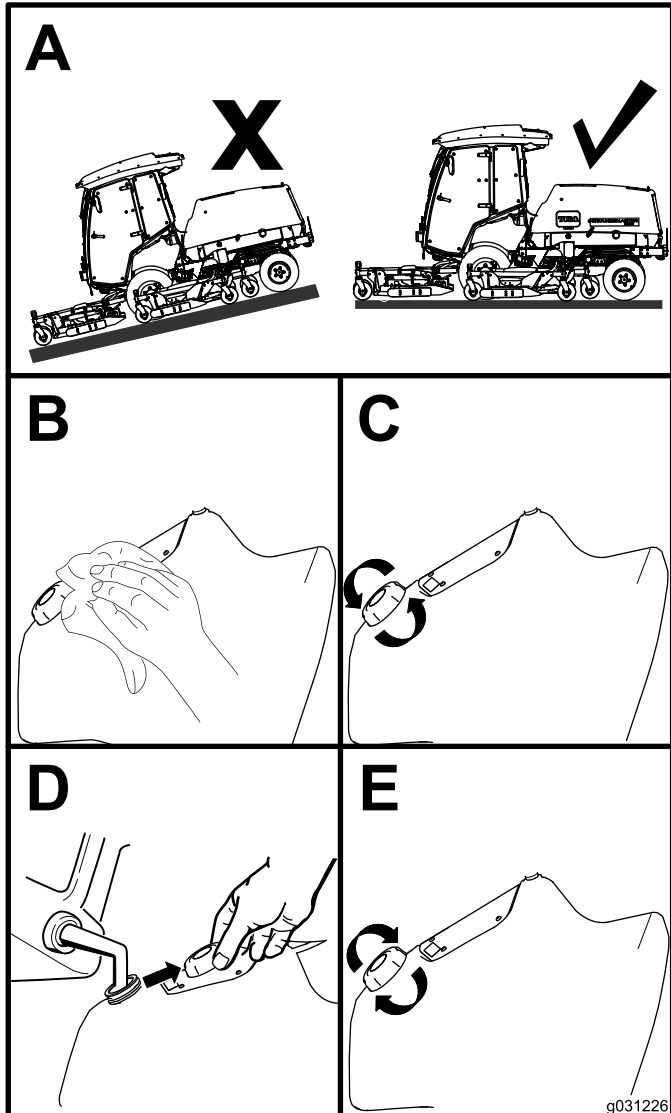

Рисунок 16
1. Поставьте машину на ровной поверхности (Рисунок 16).